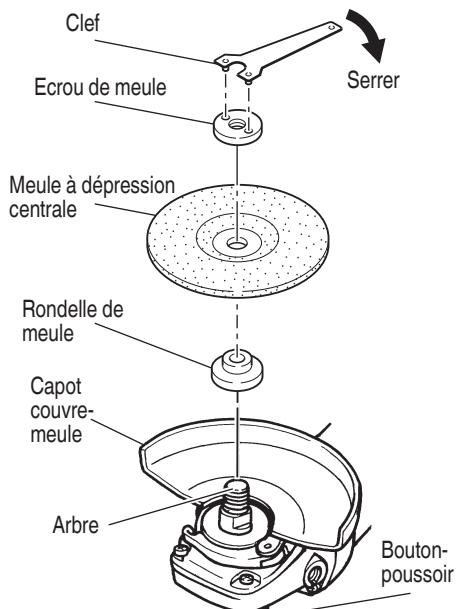

Fig. 6
S'assurer que la bouton-poussoir n'est pas engagée appuyant dessus deux ou trois fois avant de mettre la meuleuse à disque en marche. (Fig. 6)
- (1) Mettre la meuleuse à disque à l'envers de façon que l'arbre soit dirigé vers le haut.
- (2) Aligner l'entaille de forme ovale de la rondelle de meule avec l'encoche de l'arbre, puis les attacher.
- (3) Positionner la protubérance de la meule à dépression centrale sur la rondelle de meule.
- (4) Visser l'écrou de meule sur l'arbre.
- (5) Tout en poussant sur la bouton-poussoir avec une main, verrouiller l'arbre en tournant doucement la meule à dépression centrale avec l'autre main.
- Serrer l'écrou de meule en utilisant la Figle 6. Serrer l'écrou de meule en utilisant la clef fournie comme montré sur la Fig. 6.